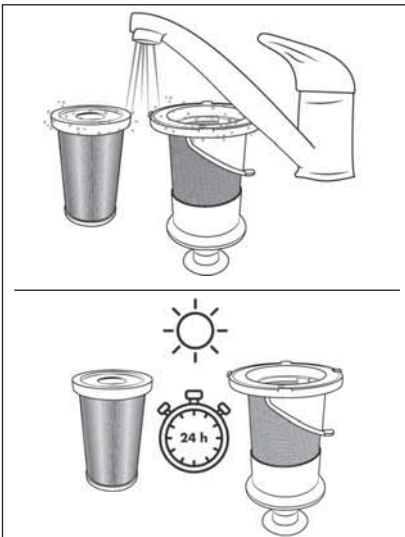

Abb. 20
- 5) Spülen Sie den HEPA-Filter **4** und den Edelstahlfilter **5** unter kaltem oder lauwarmem Wasser aus. Lassen Sie den HEPA-Filter **4** und den Edelstahlfilter **5** vollständig an der Luft trocknen, bevor Sie sie wieder in den Staubbehälter **6** einsetzen (siehe Abb. 20).